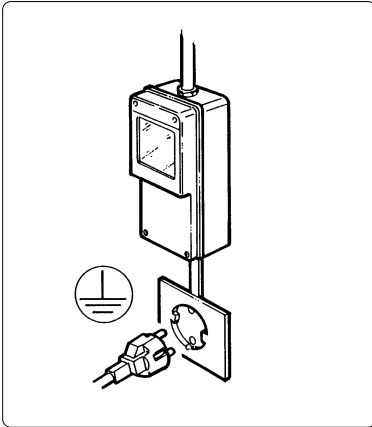

Fig. 7
- E' indispensabile predisporre, per una corretta e sicura installazione, un'apposita presa comandata da un interruttore unipolare con distanza di apertura dei contatti uguale o superiore a 3 mm, conforme alle vigenti normative nazionali di sicurezza (vedi fig. 7).